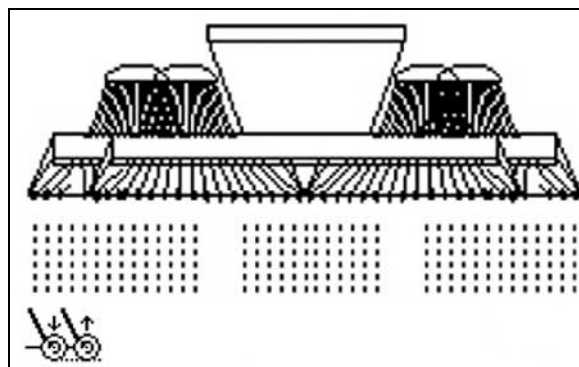

Fig. 64
1.  Schar-/Striegeldruck vorwählen (Fig. 64).